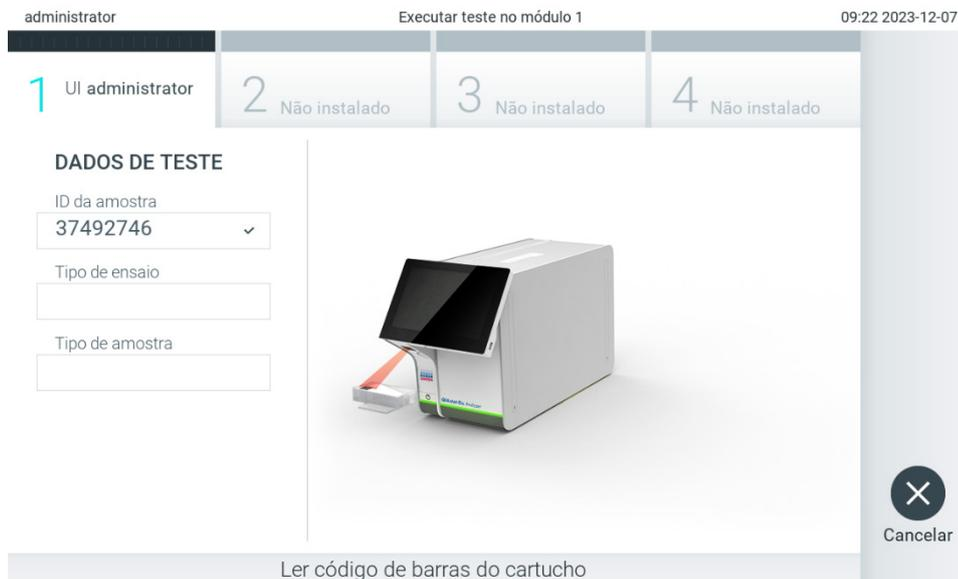

Figura 87. Lendo o código de barras do cartucho de ensaio QIAstat-Dx.
4. Quando o pedido de teste for recuperado com êxito do host, o texto "Scan cartridge for assay <assay_name> and book order <order_number>" (Verificar cartucho para ensaio <nome_ensaio> e pedido em registro <número_pedido>) será exibido. Leia o código de barras do cartucho de ensaio QIAstat-Dx especificado (Figura 87).